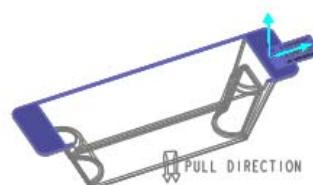

图 12.32 合并方向
(1) 按住 Ctrl 键, 选取 Step3 中创建的拉伸曲面和复制面组。
(2) 单击 **分型面** 功能选项卡 **编辑** ▾ 区域中的 合并按钮, 此时系统弹出“合并”操控板。
(3) 在“合并”操控板中单击 , 合并方向如图 12.32 所示。在“合并”操控板中单击 按钮。